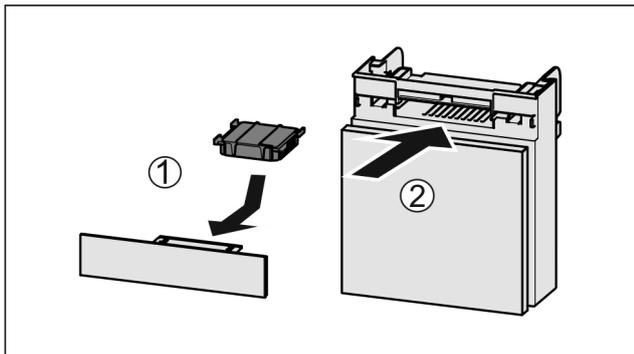

Fig. 121
- ▶ Inserire il vano Fig. 121 (2).